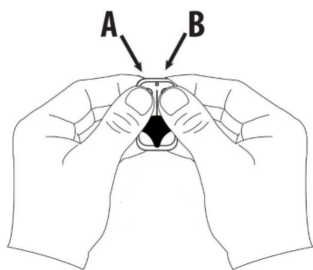

Fig. 14
1. Premere A e B simultaneamente finché il Led lampeggia 3 volte (fig.14)